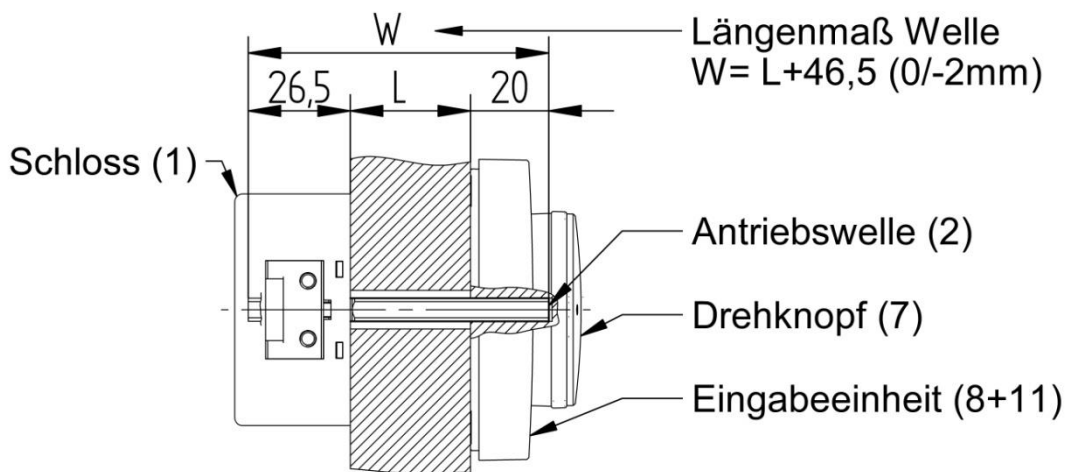

Abbildung 8: erforderliche Länge der Antriebswelle
Die mitgelieferte Antriebswelle (2) ist je nach Türstärke und Einbauposition auf die erforderliche Funktionslänge anzupassen, um die einwandfreie Funktion des Schlosssystems sicherzustellen. Das benötigte Längenmaß W ergibt sich aus dem Abstandsmaß L zwischen Montageebene Schloss zu Montageebene Eingabeeinheit + 20 mm Eintauchtiefe der Welle in die Eingabeeinheit + 26,5 mm Eintauchtiefe in das Schloss (Toleranz +0/-2 mm, siehe Abbildung 8).